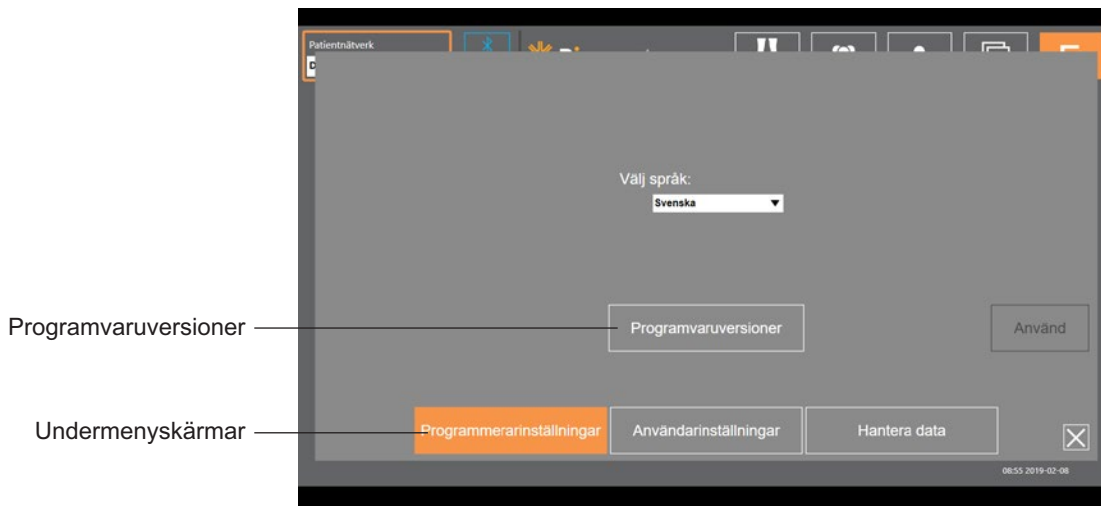

Bild 7-14: Programinställningskärm – Ändra språk
Programinställningsskärmen öppnas via ikonen  som finns längst ned till höger på varje skärm. Här kan du göra språkinställningar samt hantera användarprofiler och data. Programinställningsskärmen består av tre undermenyer. Se bild 7-14.
- Programmerarinställningar: Används för att välja språk, visa programvaruversion och återställa EPG-enheternas fabriksinställningar. Tryck på knappen Programvaruversioner eller Ändra språk för att växla mellan de två tillgängliga skärmarna. Se bild 7-14 och 7-15.
3. Klicka på Programinställningar  och sedan på Programvaruversioner för att visa alternativen för fabriksåterställning visas. Se bild 7-14.